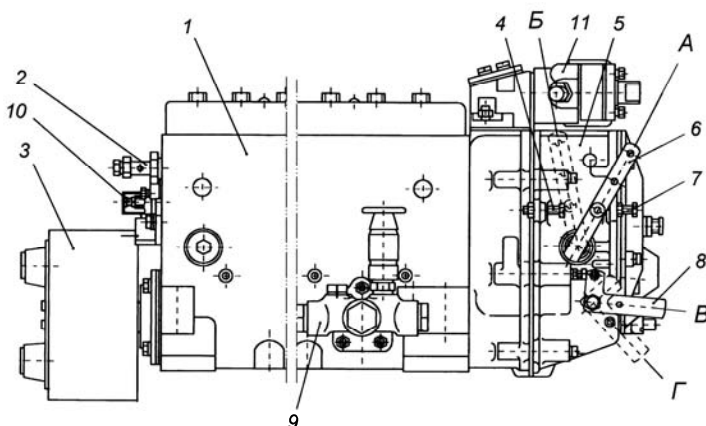
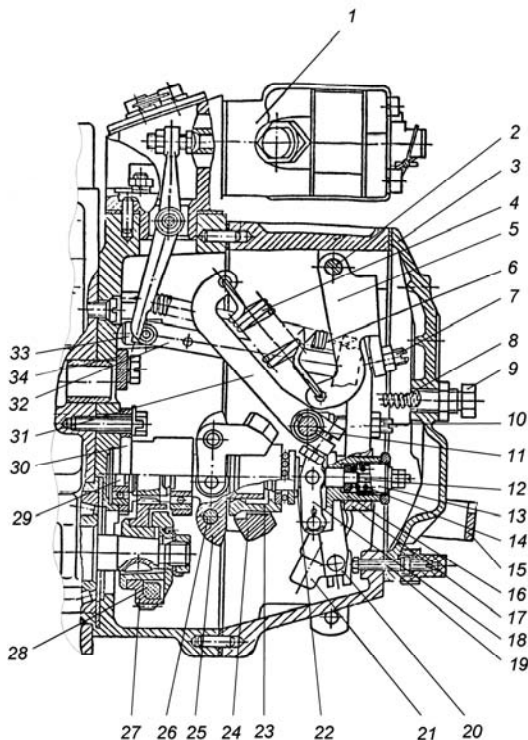

Рис. 20. Топливный насос высокого давления:
Рис. 22. Регулятор частоты вращения:
Далее через каналы в блоке часть масла через втулку (дроссель с калиброванным отверстием) поступает к форсункам охлаждения поршней и затем сливается в картер. Другая часть поступает в масляный фильтр (рис. 20). В корпусе фильтра установлен перепускной клапан. Когда разность давлений до и после фильтра достигает 200...250 кПа ($2,0 \dots 2,5$ кгс/см²), клапан открывается и часть неочищенного масла подается непосредственно в масляную магистраль. К моменту начала открытия перепускного клапана произойдет замыкание подвижного и неподвижного контактов сигнализатора. В этот момент в кабине водителя загорается сигнальная лампочка, соединенная с клеммой сигнализатора. Такое повышение давления может произойти тогда, когда засорен элемент фильтра или масло имеет большую вязкость (например, при пуске двигателя в холодное время года).
Топливный насос в сборе показан на рис. 20. С топливным насосом высокого давления в одном агрегате объединены регулятор частоты вращения 5, топливоподкачивающий насос 9 и демпферная муфта.
Связь секций с регулятором частоты вращения насоса осуществляется через рейку. Рейка топливного насоса перемещается в направляющих втулках, запрессованных в корпусе насоса. На выступающем из насоса конце рейки имеется болт 10 (рис. 20), которым она упирается в защитный колпачок при положении рейки перед пуском двигателя. При вывертывании болта из рейки пусковая подача уменьшается.
Регулятор частоты вращения 5 (рис. 20) механический всережимный прямого действия с повышающей передачей на привод грузов, предназначен для поддержания заданного водителем скоростного режима работы двигателя путем автоматического изменения количества подаваемого топлива в зависимости от изменения нагрузки на двигатель. Кроме того, регулятор ограничивает максимальную частоту вращения двигателя и обеспечивает работу двигателя в режиме холостого хода. Регулятор имеет устройство для выключения подачи топлива в любой момент независимо от режима работы двигателя. Автоматически поддерживая скоростной режим при изменяющихся нагрузках, регулятор обеспечивает экономичную работу двигателя. Устройство регулятора частоты вращения показано на рис. 22.
На валик напрессована державка грузов 25 (рис. 22), на осях 26 которой находятся грузы 24. Грузы своими роликами упираются в торец муфты 23, которая через упорный подшипник
Муфта 23 с упорной пятой 22 в сборе одним концом опирается на направляющую поверхность державки, а за второй конец подвешена на рычаге 18 отрицательного корректора, закрепленном на втулке 16 отрицательного корректора. Пята муфты грузов связана через узел отрицательного корректора с рычагом рейки 20 и через тягу 32 с рейкой топливного насоса. К верхней части рычага рейки присоединена пружина 6 рычага рейки, удерживающая рейку насоса в положении, соответствующем максимальной подаче, что обеспечивает увеличенную подачу топлива при пуске двигателя. В нижнюю часть рычага рейки запрессован палец, который входит в отверстие ползуна кулисы 21. Вал 11 рычага регулятора жестко связан с рычагом управления 6 (рис. 20) и рычагом пружины 31 (рис. 22). Перемещение рычага управления регулятором ограничивается двумя болтами 4 и 7 (рис. 20). За рычаг пружины 31 (коротким зацепом) (рис. 22) и двуплечий рычаг 5 (длинным зацепом) зацеплена пружина регулятора 4, усилие которой передается с двуплечего рычага на рычаг регулятора через винт - 7 двуплечего рычага. В рычаг регулятора ввернут регулировочный болт 10, который упирается в вал рычага пружины и служит для регулировки номинальной подачи топлива. В нижней части рычага регулятора расположено корректирующее устройство (12,13,14,16,18) с отрицательным корректором, предназначенного для формирования внешней скоростной характеристики ТНВД и крутящего момента двигателя. Рычаг регулятора снабжен боковой накладкой, удерживающей втулку 16 обратного корректора и упорную пяту 22 от проворота. Кроме того, хвостовик болта крепления боковой накладки, входя в боковой продольный паз втулки предохраняет ее от выпадания из расточки рычага. Упор 34, закрепленный на корпусе регулятора, не позволяет рычагу пружины 31 опасно приближаться к вращающимся грузам. Для полного выключения подачи топлива служит механизм останова, состоящий из кулисы 21, скобы 15 и возвратной пружины. Во время работы кулиса прижата усилием возвратной пружины к регулировочному винту 19.
- 1 Минимальная частота вращения холостого хода регулируется болтом 7 (рис. 20) и корпусом буферной пружины 9 (рис. 22);
- 2 Максимальная частота вращения холостого хода (начало выброса рейки) регулируется болтом 4 (рис. 20).
- 3 Номинальная мощность (подача) регулируется болтом 10, подрегулируется винтом 19 (рис. 22).
- 4 Предварительное натяжение пружины (разность оборотов конца и начала выброса рейки) регулируется винтом 7 (рис. 22).
- 5 Подача топлива при 500 мин^{-1} регулируется гайкой обратного корректора 12 (рис. 22):
- 6 Предварительное натяжение пружины обратного корректора (обороты начала срабатывания корректора) регулируется корпусом корректора 13 (рис. 22).
Топливоподкачивающий насос 9 (рис. 20) – поршневого типа предназначен для подачи топлива из топливного бака через фильтры грубой и тонкой очистки к топливному насосу высокого давления. Производительность топливоподкачивающего насоса в 3...4 раза превышает производительность топливного насоса высокого давления, что гарантирует стабильность процесса топливоподачи от цикла к циклу.